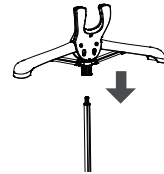

FIG 3
8. Coloque el conjunto de suspensión en el poste. (FIG 3)